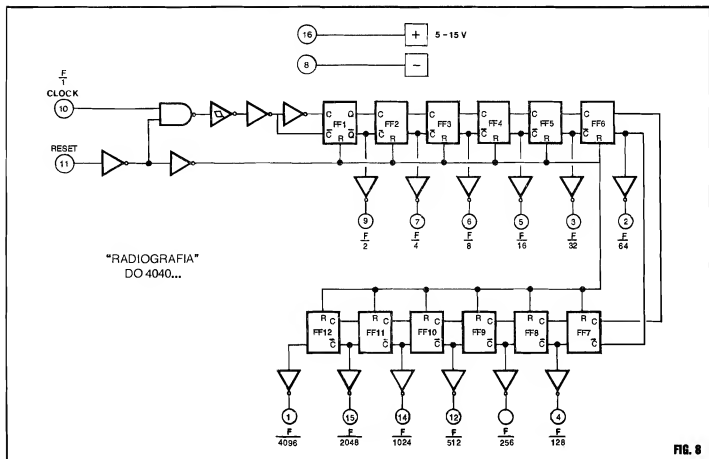

FIG. 8
- **FIG. 8 - "TIRANDO A ROUPA" DO 4040...** - Normalmente, nos diagramas de circuitos ("esquemas"), os Integrados mais complexos são estilizados como meras "caixas" dotadas de pinos numerados, conforme o Leitor/"Aluno" já viu
em exemplos anteriores do nosso "Curso"... Entretanto, a própria razão de ser da presente "Aula" está na demonstração do tamanho e da complexidade do conteúdo dos modernos Integrados... Assim, torna-se justificada (se não necessária...) uma análise do "lado de dentro" do dito cujo, a partir do diagrama de blocos representativo, visto na FIG. 8... Observem, inicialmente, os 12 FLIP-FLOPS, simbolizados pelas "caixas" retangulares, cada um deles dotado de duas Entradas de CLOCK, uma NORMAL (C) E outra COMPLEMENTAR (representada por um "C" com um tracinho em cima, lembram-se...?) e duas Saídas, sendo também uma NORMAL (Q) e a outra COMPLEMENTAR (o "Q" com o velho tracinho de "inversão", em cima...). Observem ainda a presença interna de alguns *gates* já estudados, SIMPLES INVERSORES, NAND DE 2 ENTRADAS e até um SIMPLES INVERSOR COM FUNÇÃO SCHMITT TRIGGER... Tais *gates* auxiliares destinam-se a perfeitamente conformar os sinais, e dar-lhes o devido "estado" ou condição digital, de modo a serem perfeitamente manipulados pela bateria de contadores... Observem a presença do comando de RESET (pino 11). Notem também que as duas Saídas de cada BIESTÁVEL estão sempre conectadas às duas Entradas do BIESTÁVEL seguinte da "fila", de modo que as divisões por 2 vão sendo feitas progressivamente através dos blocos... Outra coisa: como as Saídas são inicialmente recolhidas nos terminais COMPLEMENTARES de cada BIESTÁVEL, todas elas são externamente acessadas através de um bloco SIMPLES INVERSOR, de modo que nos pinos externos do Integrado, tais Saídas se manifestem de forma "não invertida" (Saídas "Q"...). A Frequência de CLOCK é aplicada ao pino de Entrada geral (10) e, depois de "adequado" o sinal, enviada ao primeiro FLIP-FLOP (FF1), seguindo daí para a frente, de BIESTÁVEL em BIESTÁVEL, até FF12... O pino externo de RESET (11), comanda (via dois SIMPLES INVERSORES internos...) todas as Entradas de RESET dos 12 BIESTÁVEIS, de modo que todos eles podem ser simultaneamente "zerados" ou "rearmados" através de tal entrada de